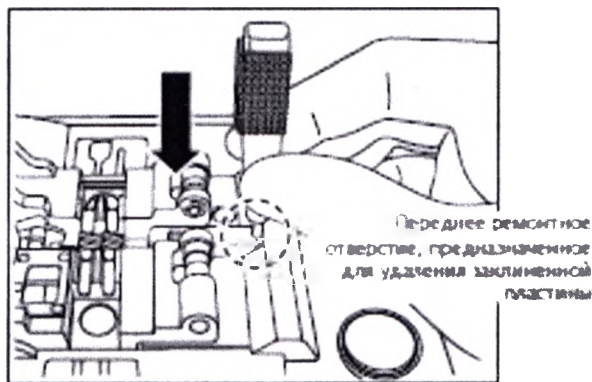

Рисунок 11 – Удаление заклиненной пластины
– вставить приспособление в переднее ремонтное отверстие, предназначенное для удаления заклиненной пластины и нажать приспособление по направлению вниз таким образом, чтобы расположенная внутри пластина попала в короб для использованных пластин (см. рисунок 11).